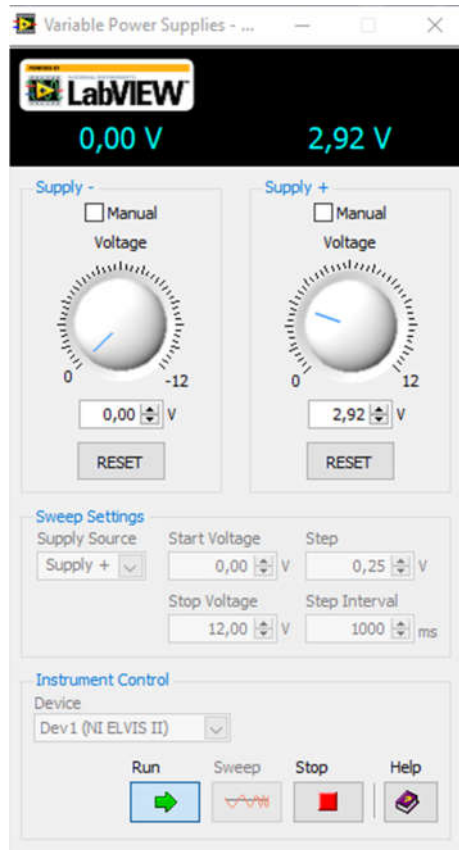

Рисунок 9
4. Регулируем напряжение источником Supply+ (рисунок 9) и заносим в таблицу для каждого значения напряжения значение тока светодиода и освещенности чувствительного элемента датчика (люксметра). Измерение величины тока светодиода осуществляется цифровым мультиметром DMM в режиме вольтметра подключённом параллельно измерительному резистору R1. При этом ток определяется как отношение падение напряжения на резисторе к величине сопротивления этого резистора. ШАГ напряжения целесообразно выбрать неравномерным – 0,5 В в диапазоне 2-4 В и 1 В далее. Результаты измерения занести в таблицу 1.